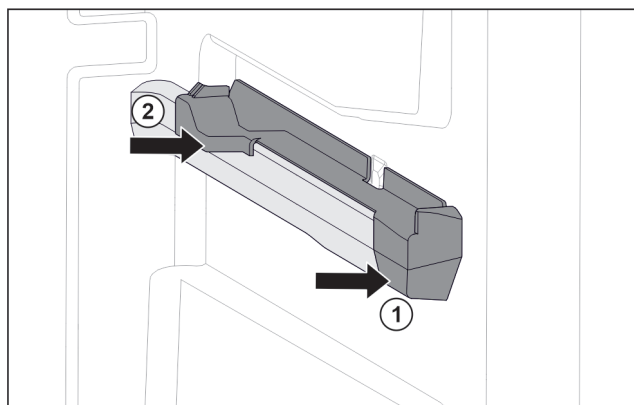

Fig. 125 Påsætningsdel på den højre beholderrist
- ▶ Sæt den forreste del af påsætningsdelen på beholderristen. *Fig. 125 (1)*
- ▶ Tryk den bageste del af påsætningsdelen på. *Fig. 125 (2)*